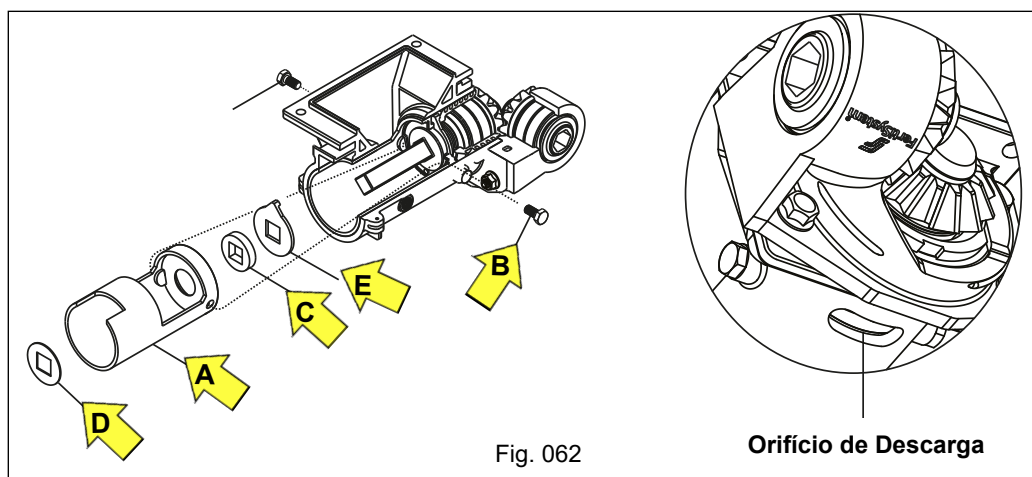

Fig. 062
d) Efetue a análise de desgaste no revestimento "A", substitua-o se apresentar desgaste excessivo, afrouxando e retirando o parafuso "B". Verifique se há desgaste no feltro "C", arruelas "D" e arruela de limpeza "E". O desgaste excessivo é verificado quando ocorrer a saída do adubo em grande quantidade pelo orifício de descarga autolimpante, localizado na face inferior do corpo do distribuidor (Fig. 062).